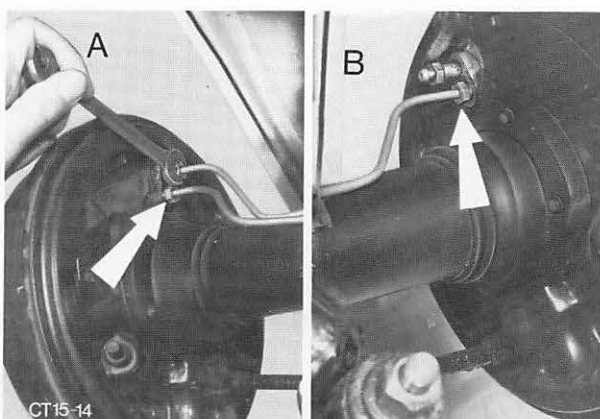

Abb. 18 A = Anschluß-Bremsrohrleitung links
3. Bremsrohrleitungen vom rechten und linken Radbremszylinder abschrauben. Abb. 18.